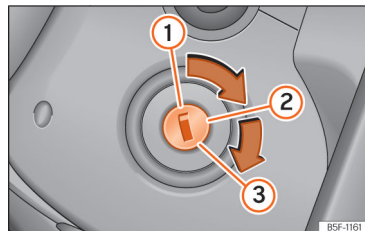

Abb. 84 Zündschloss
- Drehen Sie den Zündschlüssel in Stellung **>>>** (Abb. 84) **②**.
- Drehen Sie den Zündschlüssel weiter in die Stellung **>>>** (Abb. 84) **③** ohne Gas zu geben.
- Wenn der Motor anspringt, Zündschlüssel loslassen. Beim Loslassen geht der Fahrzeugschlüssel in die Position **②** zurück.
- *Fahrzeuge mit Zündschloss:* Drehen Sie den Zündschlüssel in Stellung »» (Abb. 84) .
- *Fahrzeuge mit Starterknopf:* Starterknopf kurz drücken »» (Abb. 84).